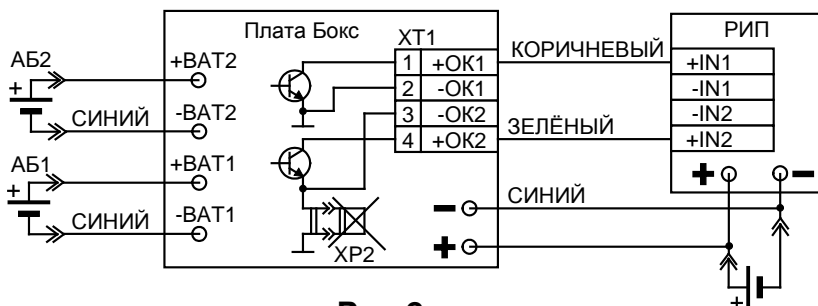

Рис.2
– по интерфейсу, в случае его подключения к РИП имеющие специальные входы (схема подключения Рис.2);
2.2.4 Порядок подключения к РИП (схема Рис.2).
1) Подключить провода кабеля, идущего от интерфейсного разъема ХТ1 Бокса к соответствующим клеммам РИП согласно схеме приведенной на Рис.2. Неиспользуемые провода заизолировать.
5) Подключить клеммы выходного кабеля, **соблюдая полярность**, непосредственно к выводам АБ, которая устанавливается в источник питания РИП (т.е. параллельно клеммам источника питания, см. рис.2).
2.3.1 Для работы Бокса совместно с приборами, имеющими специальные входы IN1 и IN2, подключение производится по схеме на рис.2. Использование специального интерфейса позволяет управлять работой Бокса, и получать информацию о его состоянии. Это даёт возможность наиболее полно использовать ресурс внутренних АБ Бокса.